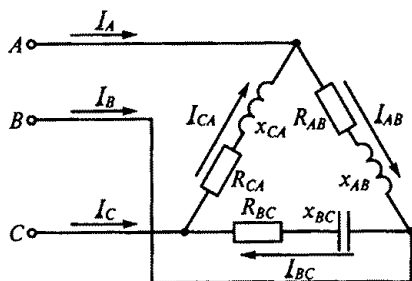

Рис. 132
3.109.Р. Каковы будут сопротивления R_{CA} и x_{CA} на рис. 132, если $I_{AB} = 8$ А, $I_{BC} = 6$ А, $I_{CA} = 10$ А; $R_{AB} = 5$ Ом, $R_{BC} = 10$ Ом, $x_{AB} = 8$ Ом, $x_{BC} = 7$ Ом; активная мощность потребителя $P = 2680$ Вт, а реактивная $Q = 1760$ вар?